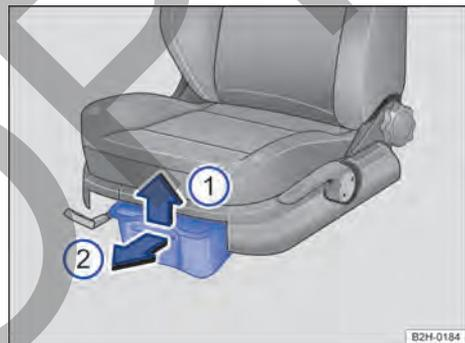

Fig. 115 Portaobjetos debajo de los asientos delanteros: cajón.
- Levante el cajón → Fig. 115 ① y tire de él hacia delante → Fig. 115 ②.
- Desplace el cajón debajo del asiento en el sentido contrario al de la flecha, hasta el tope → Fig. 115 ②.